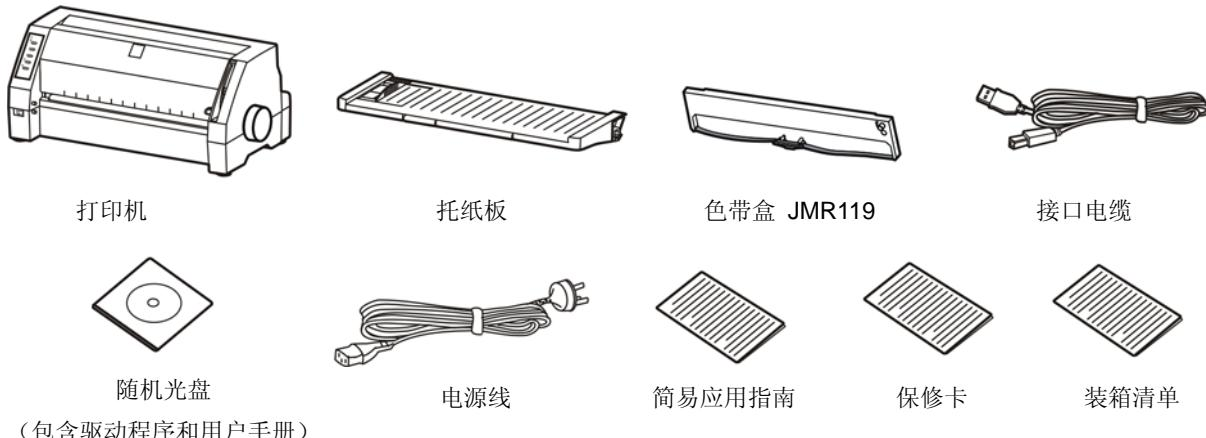

图 2-1 包装箱内包装清单
在打印机包装箱内，应具有以下各项：(1) 打印机；(2) 托纸板；(3) 色带盒 JMR119；(4) 接口电缆；(5) 随机光盘；(6) 电源线；(7) 简易应用指南；(8) 保修卡；(9) 装箱清单。请核对图 2-1 所示包装清单。如有任何东西遗失，请联络经销商。